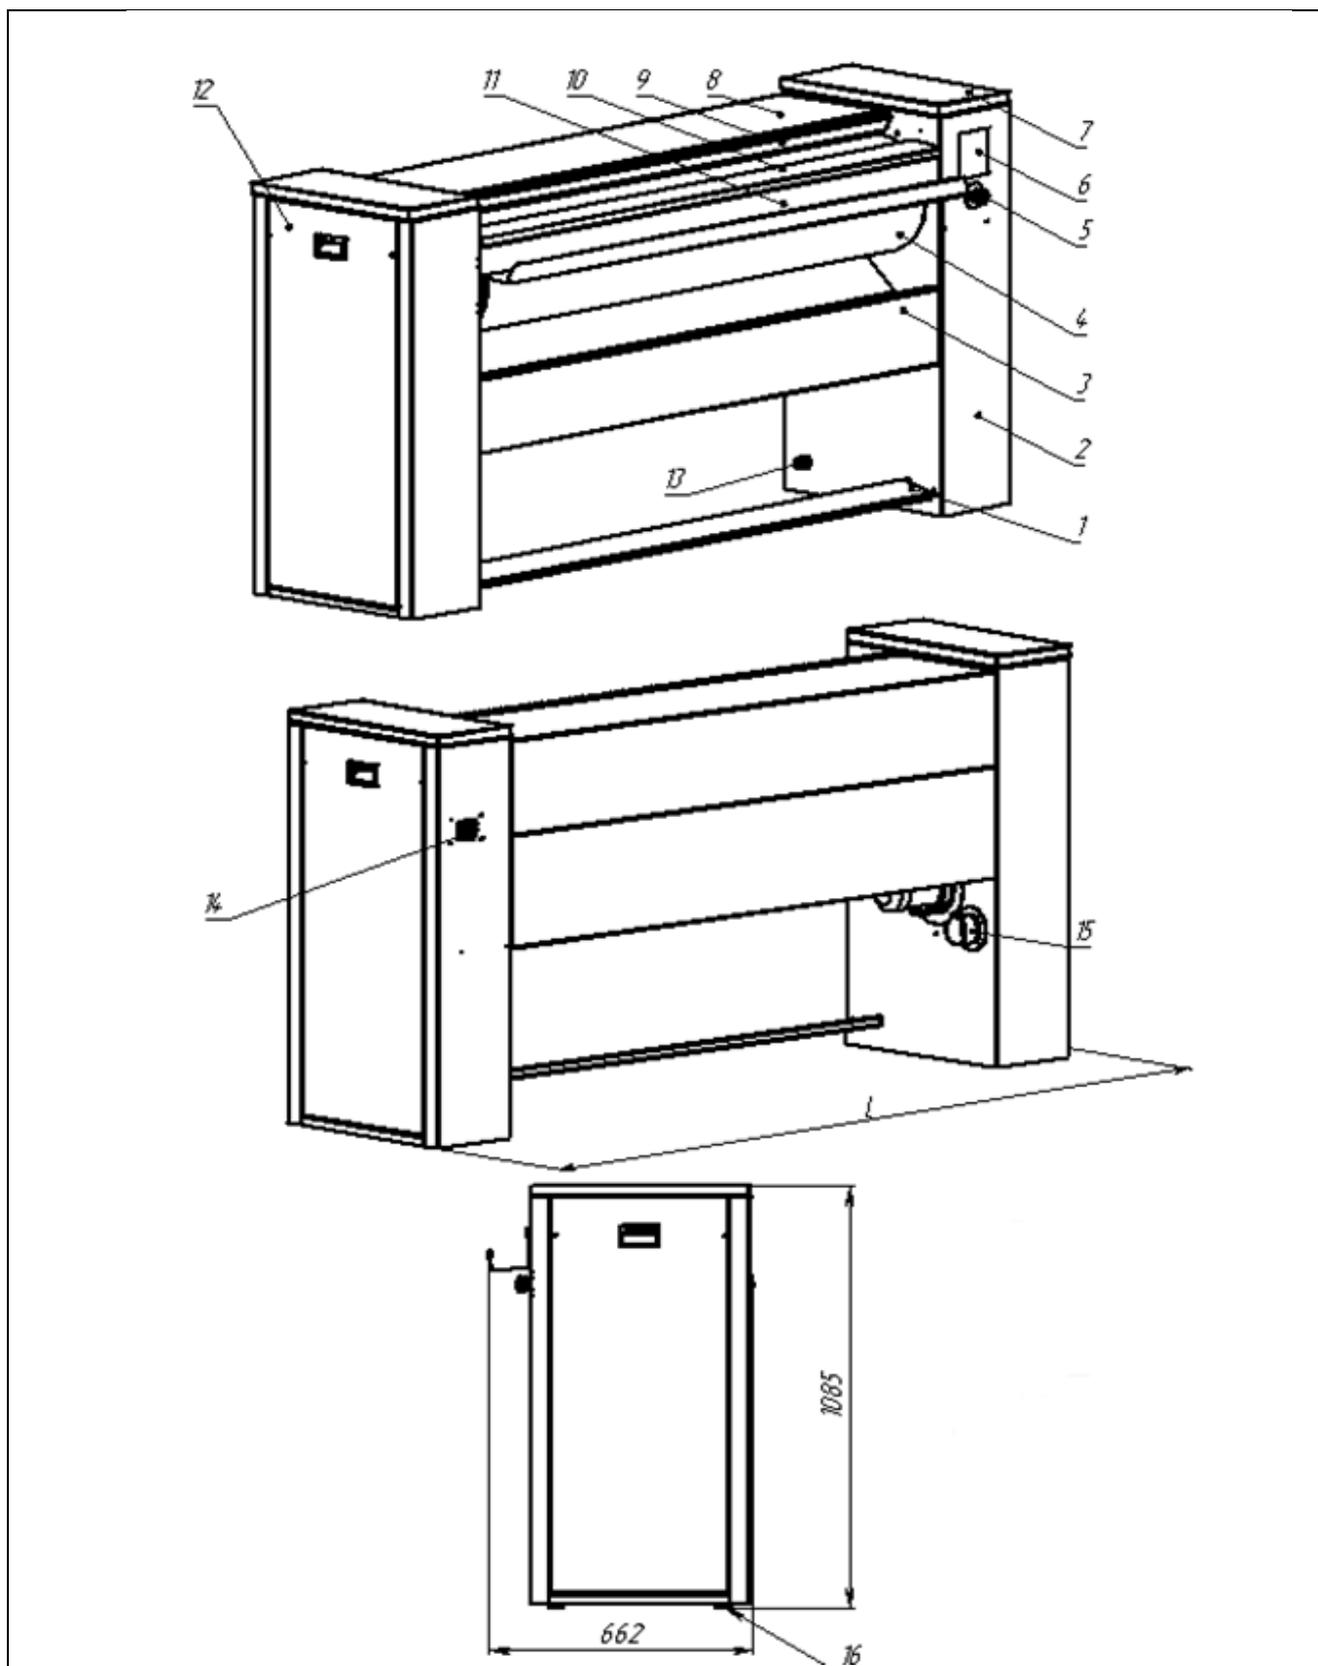

Рисунок 1.
1. Выключить автоматический выключатель 14(см. рис. 1)
- ❖ Включите автоматический выключатель 14 (см. рисунок 1.)
- ❖ Отключите напряжение питания при помощи автоматического выключателя 14 (см. рисунок 1).